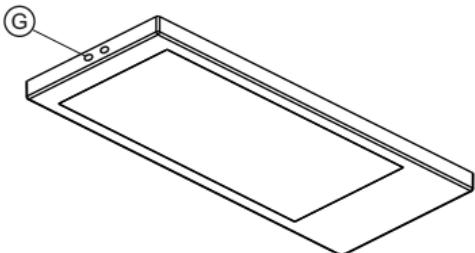

Fig 6
- **IR:** (fig.6) (IR SENSOR)
- Collegare la spina (E) dell'alimentatore ad una presa di corrente alternata 230V 50/60Hz.
- **K-PAD IR** (fig.6) deve essere installato ad una distanza prestabilita come indicato nella tabella (T1)
- Connect the feeder plug (E) to an AC outlet 230V 50/60Hz. **K-PAD IR** must be installed at a pre-set distance as indicated in the table (T1)
- To increase the **K-PAD IR** distance of intervention, it is possible to apply on the door in correspondence of the sensors, the reflective sticker (I) provided in the package.
- **IR:** (Abb.6) (IR SENSOR)
- den Stecker (E) des Konverters an einer Wechselstrom-Steckdose anschließen 230V 50/60Hz.
- **K-PAD IR** (Abb.6) muss und auf einen festgelegten Abstand gemäß Tabelle (T1) montiert werden.
- Für die Montage von **K-PAD IR** (Abb.6) auf Fächern mit Türen, die weiß leuchtend, glänzend, spiegelnd oder polierte Oberflächen haben, können die Werte in der Tabelle (T1) variieren. Es wird daher empfohlen, vor der endgültigen Montage zu kontrollieren, ob das Produkt funktioniert.
- um die **K-PAD IR**-Distanz der Montagesituation zu verbessern, ist es möglich, auf der Innenseite gegenüber der Sensoren, den reflektierenden Aufkleber (I), siehe Verpackung, zu verwenden.